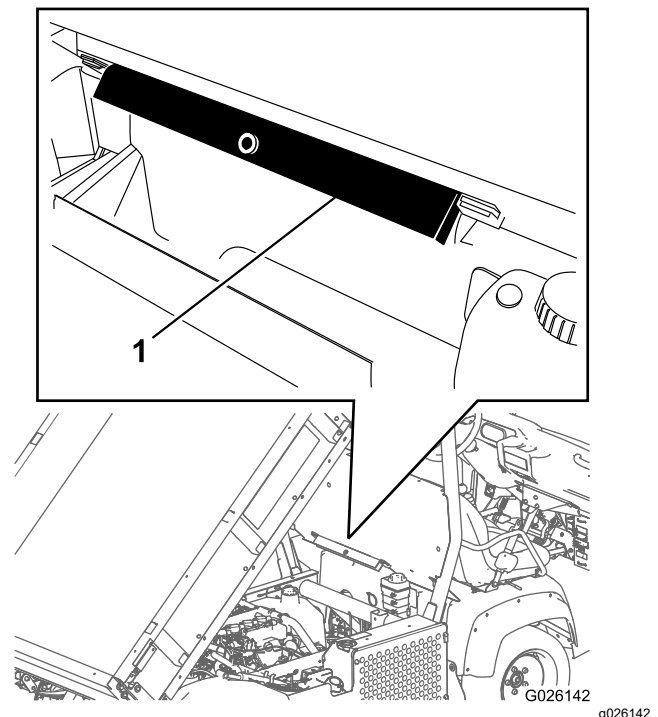

Figura 20
2. Retire o suporte da plataforma dos suportes existentes na parte de trás do painel do sistema ROPS (Figura 20).